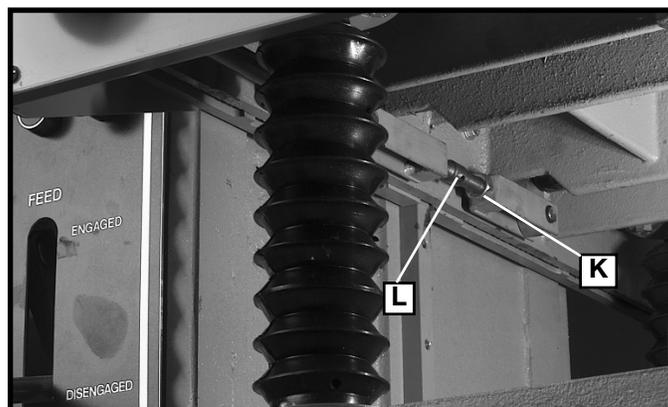

Fig. 23D
3. Tighten jam nut (K) Fig. 23D.